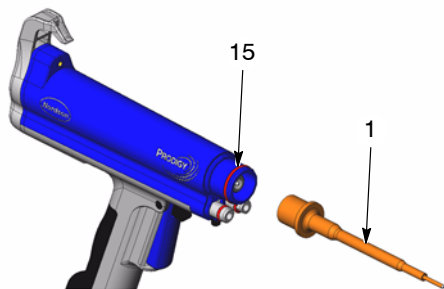

Рис. 22 Снятие держателя резистора
6. См. рис. 22. Вывернуть держатель резистора (1) из умножителя (15).
4. См. рис. 22. Навернуть держатель резистора на умножитель.